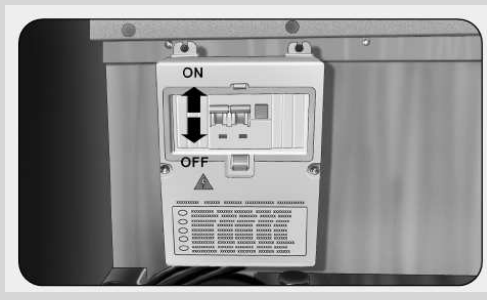

fig. 16
**Innan man utför något som helst ingrepp ska man ställa strömbrytaren på 220V (Säkerhetsbrytare fig. 16) på "0" (OFF) och dra ur kontakten från elnätet på 220V.**